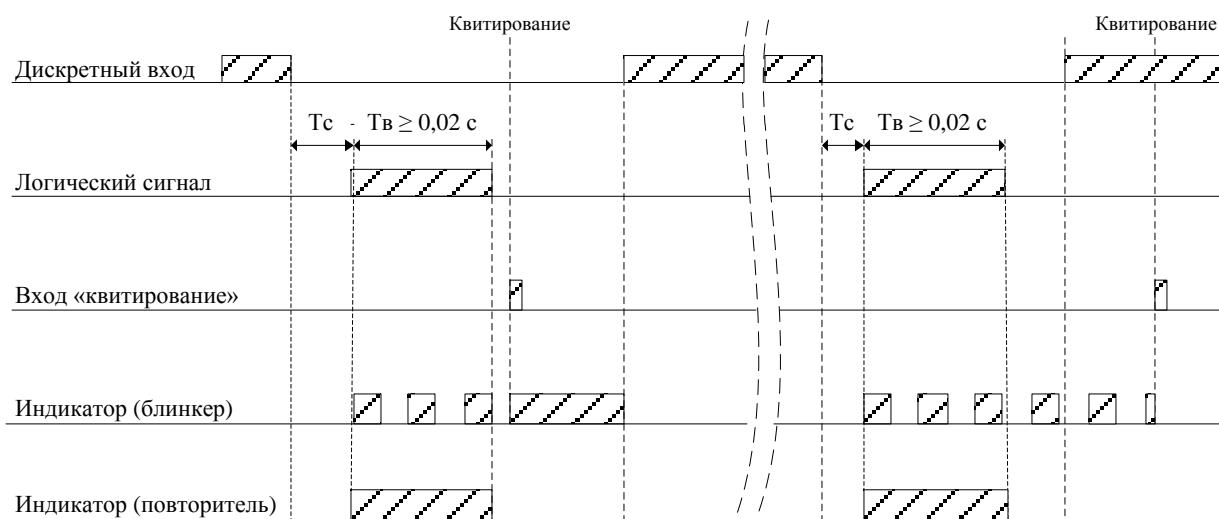

Рисунок 1.9 – Тип сигнала «СПАД» и его квитирование
- импульсный с фиксацией на спаде импульса «СПАД» (рисунок 1.9);